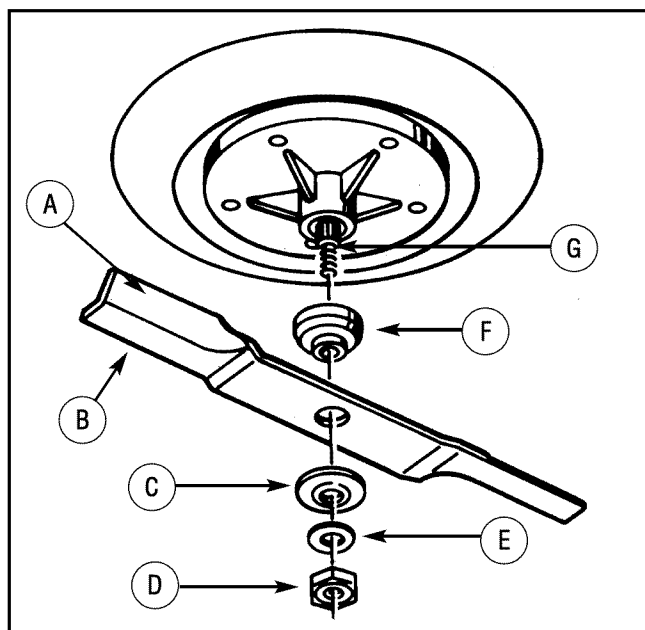

Figura 19: Retirada de la cuchilla
3. Quite el **perno** que sujeta la cuchilla (Figura 19).
6. Monte la **cuchilla** y **adaptador de la cuchilla** sobre el mandril (Figura 19).